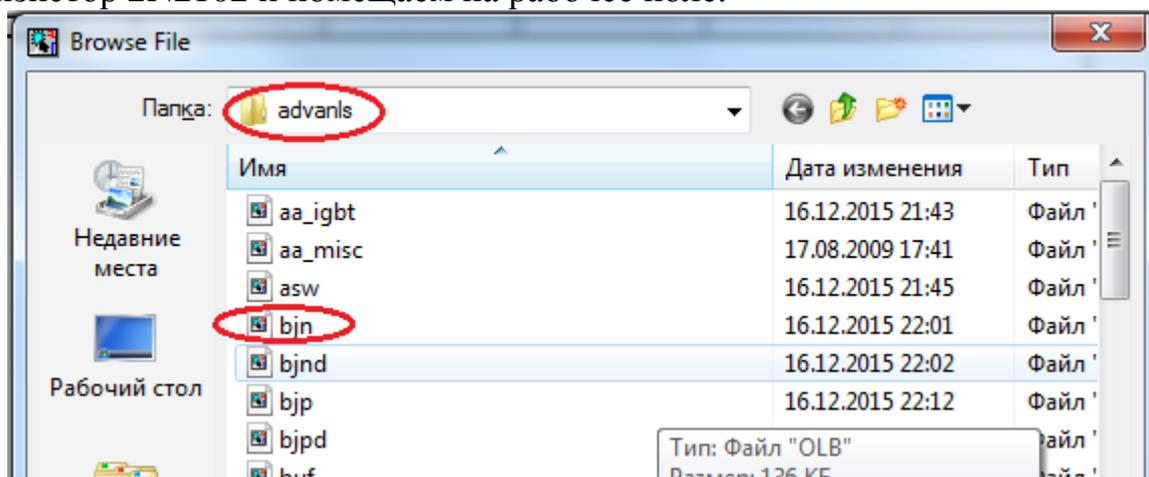

Рис. 2.28. Открытие библиотеки биполярных транзисторов
1. Из библиотеки Pspice>advans>bjn (рис. 2.28) выбираем транзистор n-p-n транзистор 2N2102 и помещаем на рабочее поле.